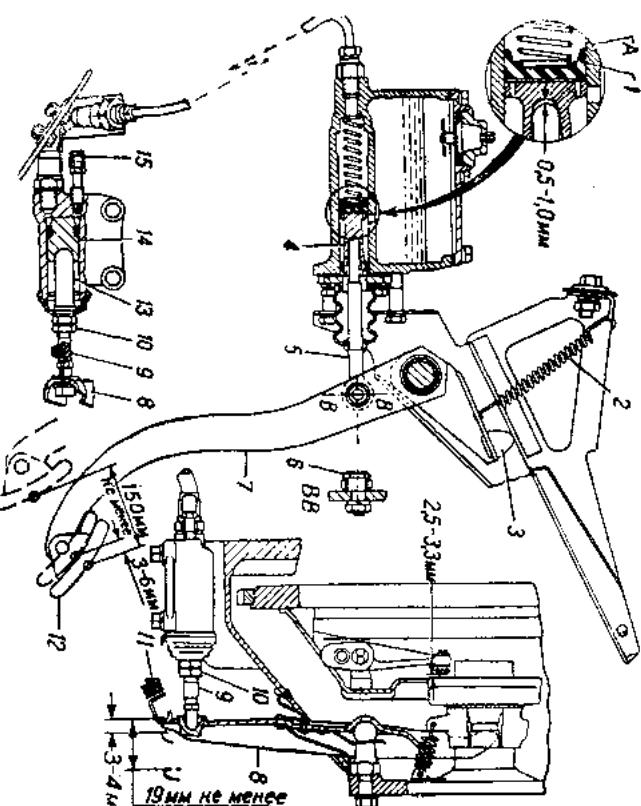

Рис. 46. Привод выключения сцепления.
Привод выключения сцепления (рис. 46) — гидравлический, осуществлен при помощи педали, цилиндров и трубопровода. Педаль подвешена на оси, на которую надета пластмассовая втулка, не нуждающаяся в смазке. Помощью эксцентрикового болта б к педали крепится толкатель 5 главного цилиндра выключе ния сцепления. На эксцентриковый болт надеты две пластмас совые втулки, также не нуждающиеся в смазке.
1. Отсоедините оттяжную пружину 11 (рис. 46).
Причины уменьшенного хода вилки может быть перекрытие отверстия А (см. рис. 46) набухшей манжетой или из-за засорения.